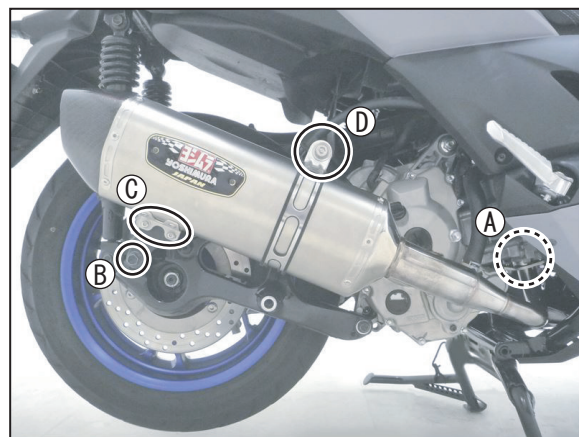

FIG. 9
8. 仮締めしたボルト、ナットを①エキゾーストパイプ→②サイレンサー固定部(下部)→③サイレンサーステー→④サイレンサー固定部(上部)の順に、規定トルクで締め付けて下さい。（FIG. 9 参照）
**⚠注意** 規定トルク ①エキゾーストパイプ(フランジ) : 15 Nm
②サイレンサー固定部(下部) : 23 Nm
③サイレンサーステー : 10 Nm
④サイレンサー固定部(上部) : 23 Nm